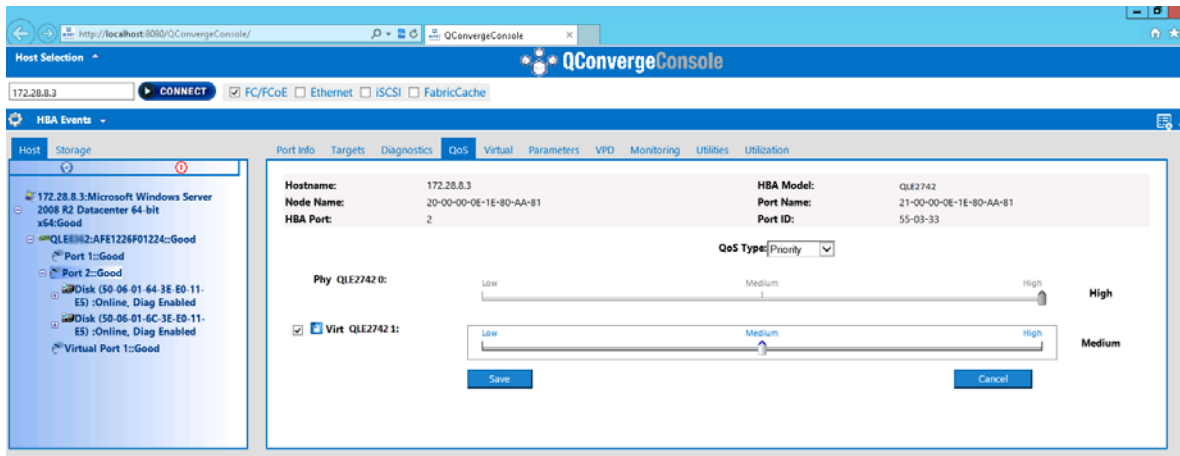

Ilustración 3-38. Cambio de prioridad de vPort mediante la QConvergeConsole GUI
- Haga clic en **Save** (Guardar). La Ilustración 3-38 muestra un ejemplo.